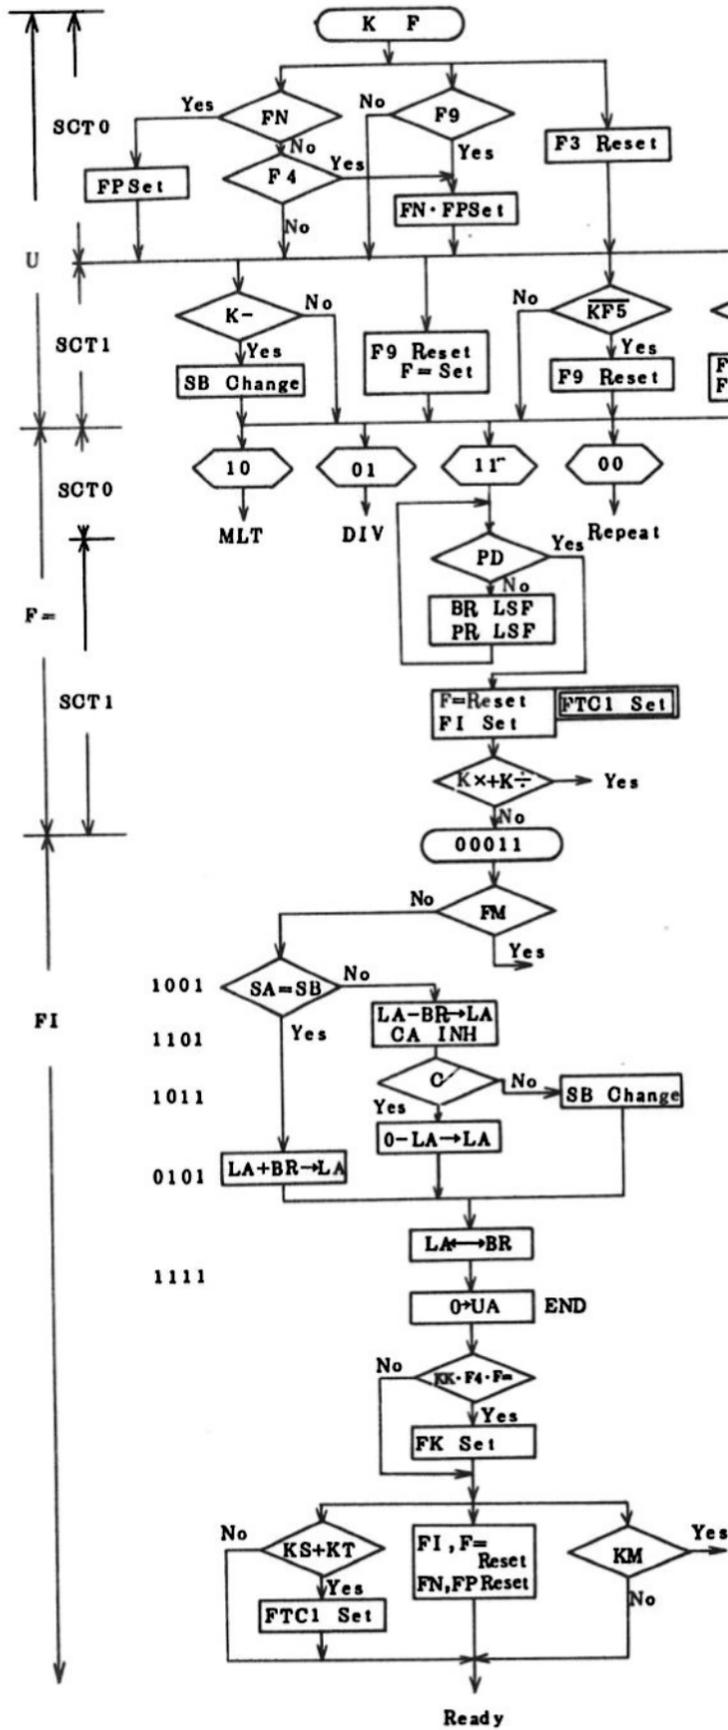

Fig. 5-4 Flow Chart of Addition & Subtraction
4.3 Taste + und - (siehe Fig. 5-4)